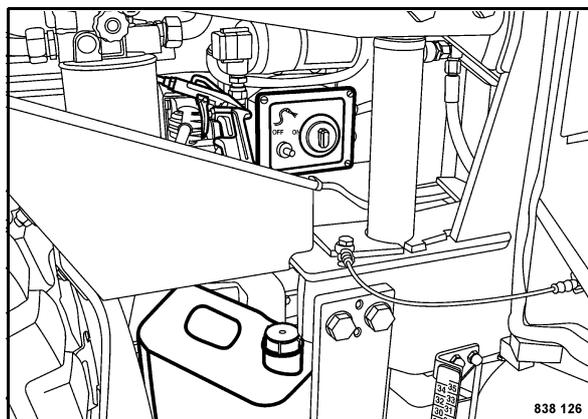

Fig. 105
- Spruzzare un solvente su tutte le parti che sono venute a contatto con l'asfalto (Fig. 105).